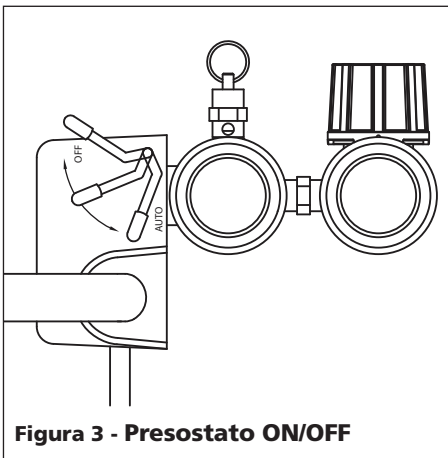

Figura 3 - Presostato ON/OFF
- **Presostato** - Interruptor de encendido/apagado (Figura 3) - En la posición ON el compresor se apaga automáticamente cuando la presión del tanque alcanza el nivel máximo fijado en la fábrica. En la posición OFF, el compresor no funcionará. El presostato debe colocarse en OFF para conectar o desconectar el cordón eléctrico del tomacorrientes o para cambiar la herramienta